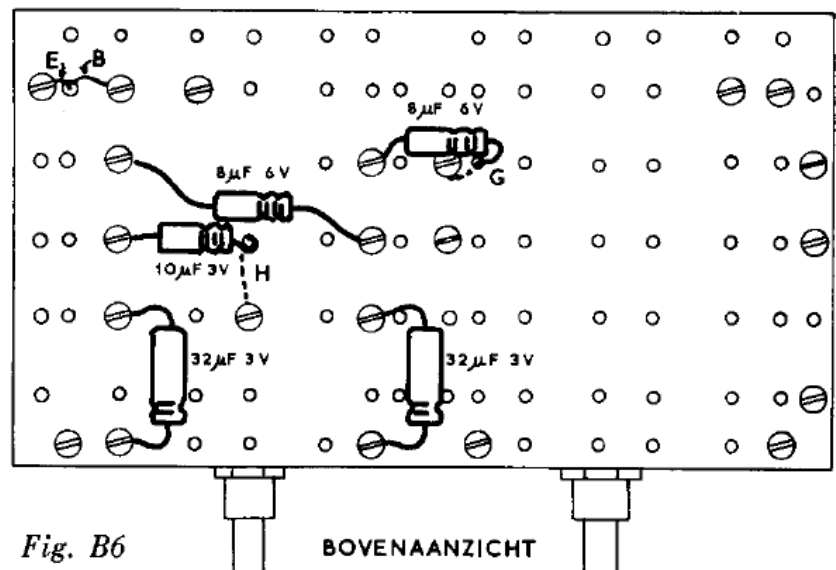

Fig. B6
7. Maak van blank montagedraad **de verbindingen B, C en D**. Leiding B gaat door een gat in de bruine isolatieplaat en moet aan de andere zijde hiervan worden aangesloten. Kijk hiervoor maar vast naar figuur B6, daar vind je deze draad bij de letter B terug.
8. Monteer deze twee condensatoren volgens fig. B4, de grootste ($12\frac{1}{2} \text{ V}$) links en de korte dikke (3 V) rechts. Denk er om, dat elektrolytische condensatoren in een bepaalde stand moeten worden aangebracht. De zijde, waar een ril in het kokertje is aangebracht, is de **pluszijde**. In de figuur is duidelijk aangegeven waar deze moet komen. Aansluitdraad E van de grootste condensator verdwijnt door een gat in de isolatieplaat. Zie daarvoor fig. B6.
12. Keer nu het apparaatje om en bevestig aan de bovenzijde twee elektrolytische condensatoren van 32 μF - 3 V (fig. B6). De aansluitdraden kunnen op maat worden geknipt, maar pas op, dat ze niet te kort worden. Let er weer op, dat de rillen in de buitenzijde van de condensatoren aan de goede kant komen.
13. Breng nu de twee elektrolytische condensatoren van $8 \mu\text{F} - 6 \text{ V}$ op hun plaats (fig. B6). Let natuurlijk weer op de juiste stand. Zorg er ook voor, dat ze precies op de plaats komen, die in de tekening is aangegeven, anders kun je straks de andere onderdelen niet goed monteren. Eén van de aansluitdraden (G) gaat door een gat in de montageplaat naar een klem aan de onderzijde. Deze aansluitdraad kun je terugvinden in fig. B5, waar hij eveneens met G is gemerkt.
14. Monteer vervolgens een elektrolytische condensator van $10 \mu\text{F} - 3 \text{ V}$ (fig. B6). Ook van deze condensator gaat één aansluitdraad, gemerkt met de letter H, naar een klem aan de onderzijde. In fig. B5 kun je zien, welke klem dat is. Denk weer aan de juiste plaats van de rillen.